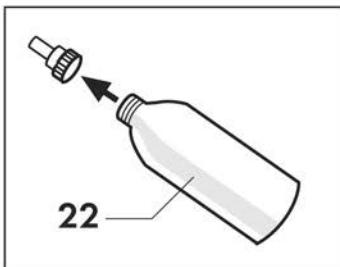

Fig. 2
Desenroscar el tapón presente en la botella (22) en dotación; llenar la botella preferentemente con agua desmineralizada; cerrar otra vez la botella utilizando el tapón en dotación. **(Fig. 2)**